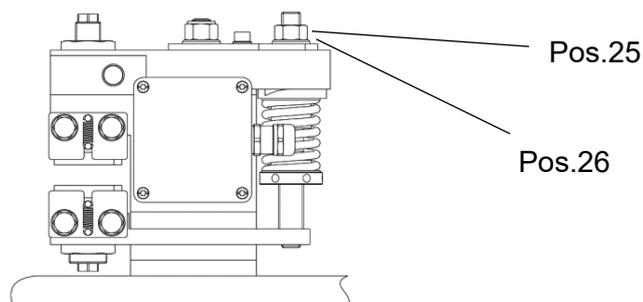

Bild 5.1
Das Betätigen der Bremse ohne Bremsscheibe ist nur zulässig, wenn die Montagesicherungsmutter Pos. 25, Bild 5.1 auf der Bremse verbleibt, und max. 4 mm herausgeschraubt wird. Mehrmaliges Schalten ohne Bremscheibe und ohne aufgeschraubter Montagesicherungsmutter kann die Bremse schädigen. Außerdem sind eigenmächtige bauliche Veränderungen an der Bremszange nicht zulässig. Wenn der Gewindestift Pos. 44 werkseitig mit Siegellack versehen ist, darf an der Bremse keine kundenseitige Klemmkraftverstellung vorgenommen werden!
<p>Achtung!</p> <p>Das Betätigen der Bremse ohne Bremsscheibe ist nur zulässig, wenn die Montagesicherungsmutter Pos. 25, Bild 5.1 auf der Bremse verbleibt, und max. 4 mm herausgeschraubt wird.</p>
Die Bremse wird geprüft ausgeliefert. Die Bremskraft ist auf die max. Bremskraft eingestellt. Die Druckfeder für die Erzeugung der Bremskraft ist durch die Montagesicherungsmutter Pos. 25, Bild 5.1 in der geöffneten Stellung fixiert, damit die Bremse ohne Betriebsspannung an die Bremsscheibe oder Bremsschiene montiert werden kann.
Zum Betreiben der Bremse ist zwingend das im Lieferumfang enthaltene Elektronikmodul (34) erforderlich. Schließen Sie die Bremse niemals direkt an die Versorgungsspannung an. Das Betätigen der Bremse ohne Brems Scheibe ist nur zulässig, wenn die Montagesicherungsmutter Pos. 25, Bild 5.1 auf der Bremse verbleibt, und max. 4 mm heraus geschraubt wird.